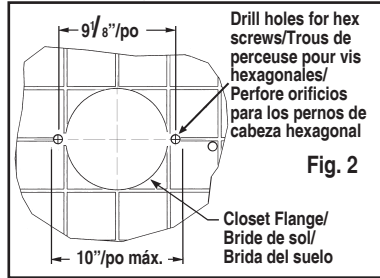

Fig. 2
- Drill 1/2" holes through tile only. Measure tile thickness and set locking ring on drill bit to assure that you drill through tile only, not wood sub-flooring (Fig. 2).
- Percez des trous de 1/2 po à travers les carreaux seulement. Mesurez l'épaisseur des carreaux et placez le contre-écrou de blocage sur la mèche de laperceuse afin de vous assurer de ne percer qu'à travers les carreaux seulement et non le sous-plancher de bois (Voir Fig. 2).
- Perfore orificios de 1/2" sólo a través de la loseta. Mida el grosor de la loseta y coloque un anillo de bloqueo en la broca, para cortar sólo la loseta y evitar perforar la madera del contrapiso (Fig. 2).